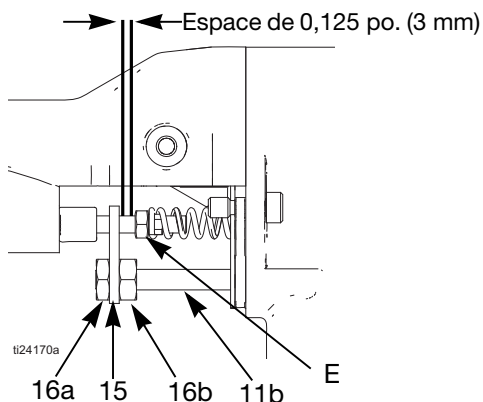

Fig. 25. Réglage de la tige d'actionneur
2. Retirez le chapeau d'air. Voir page 31, étape 2. Enlevez la protection (26) du pistolet.
3. Retirez l'écrou de blocage (16), la tige d'actionneur (15) et l'écrou de réglage (16). Voir FIGURE 25.
Voir FIGURE 25.
5. Retirez les écrous de réglage (16a) et la tige d'actionneur (15). Voir FIGURE 25.